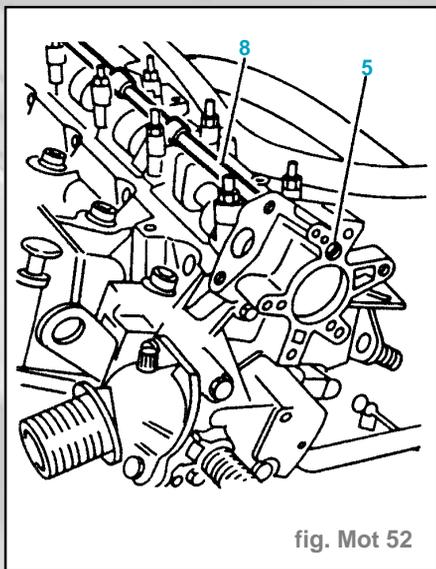

fig. Mot 52
- Reposer (fig. Mot. 52) :
- la vis (5) équipée d'un joint neuf; couple de serrage : **1,5 daN.m**.
- la rampe de graissage (8).